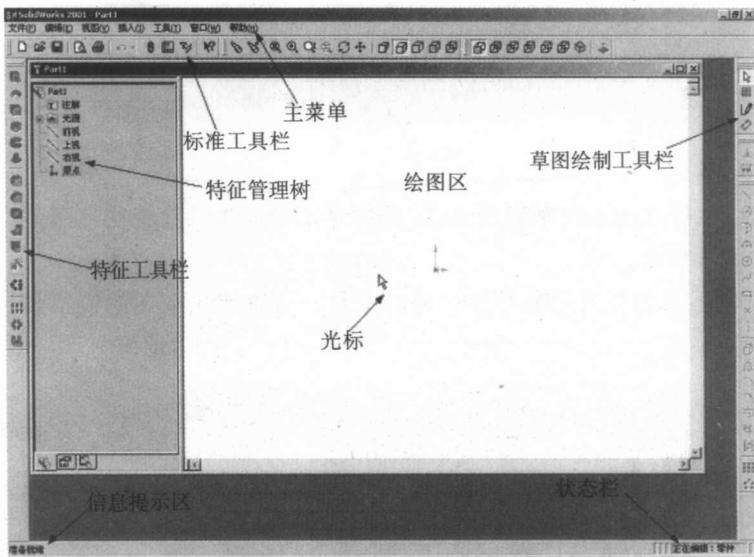

图1.7
- (3) 现在进入 SolidWorks 2001 的零件环境，包含有在零件环境下常用的工具栏，如图 1.7 所示。